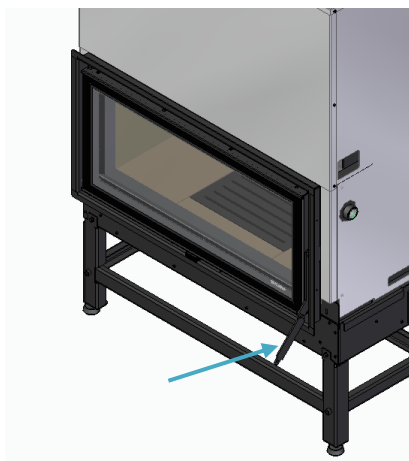

Figura 19
n) En los modelos con puerta móvil horizontal, comprobar, con la herramienta, si la puerta puede abrirse fácilmente y si, cuando está cerrada, el sello de la puerta está en contacto con el panel frontal, Figura 19;